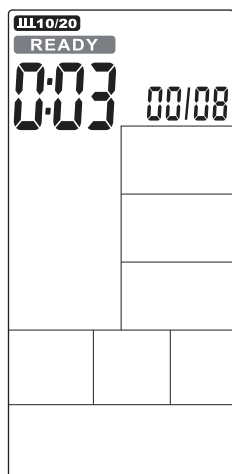

FIGURA 28
- El tiempo cuenta hacia atrás de 3 a 0, luego la consola se iniciará, mientras que una alerta audible sonará una vez por segundo y la palabra READY parpadeará una vez por segundo, mostrando la cuenta '00 / 08' (Figura 28).